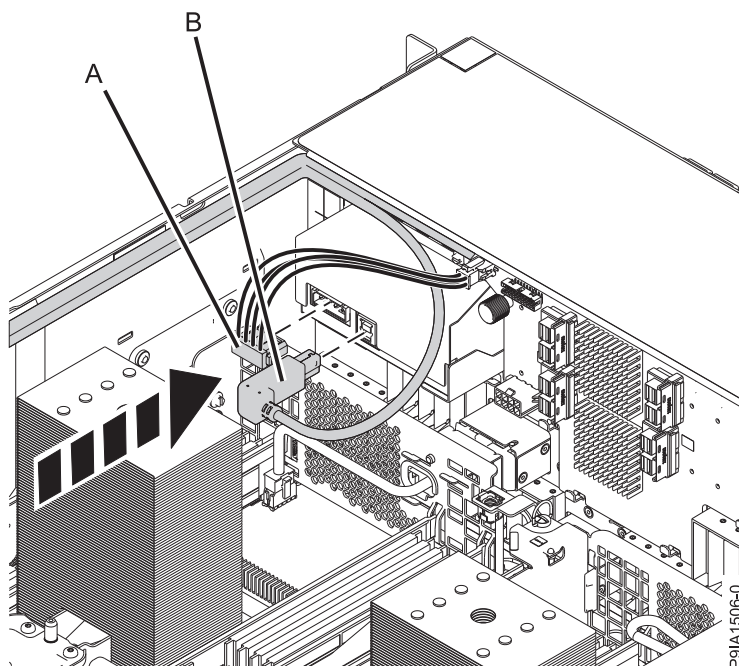

Figura 19. Conexión de los cables USB y de alimentación de la estación de acoplamiento RDX interna
6. Conecte el cable USB de la estación de acoplamiento RDX interna **(B)** a la parte posterior de la nueva estación de acoplamiento RDX interna. Conecte el cable de alimentación de la estación de acoplamiento RDX interna **(A)** a la parte posterior de la nueva estación de acoplamiento interna RX, tal como se muestra en la Figura 19 en la página 23. Si vuelve a conectar el cable de alimentación RDX a la placa posterior de la unidad de disco, asegúrese de que el pestillo **(C)** del cable de alimentación RDX esté orientado hacia arriba en un sistema montado en bastidor, y hacia afuera en el caso de un sistema autónomo.